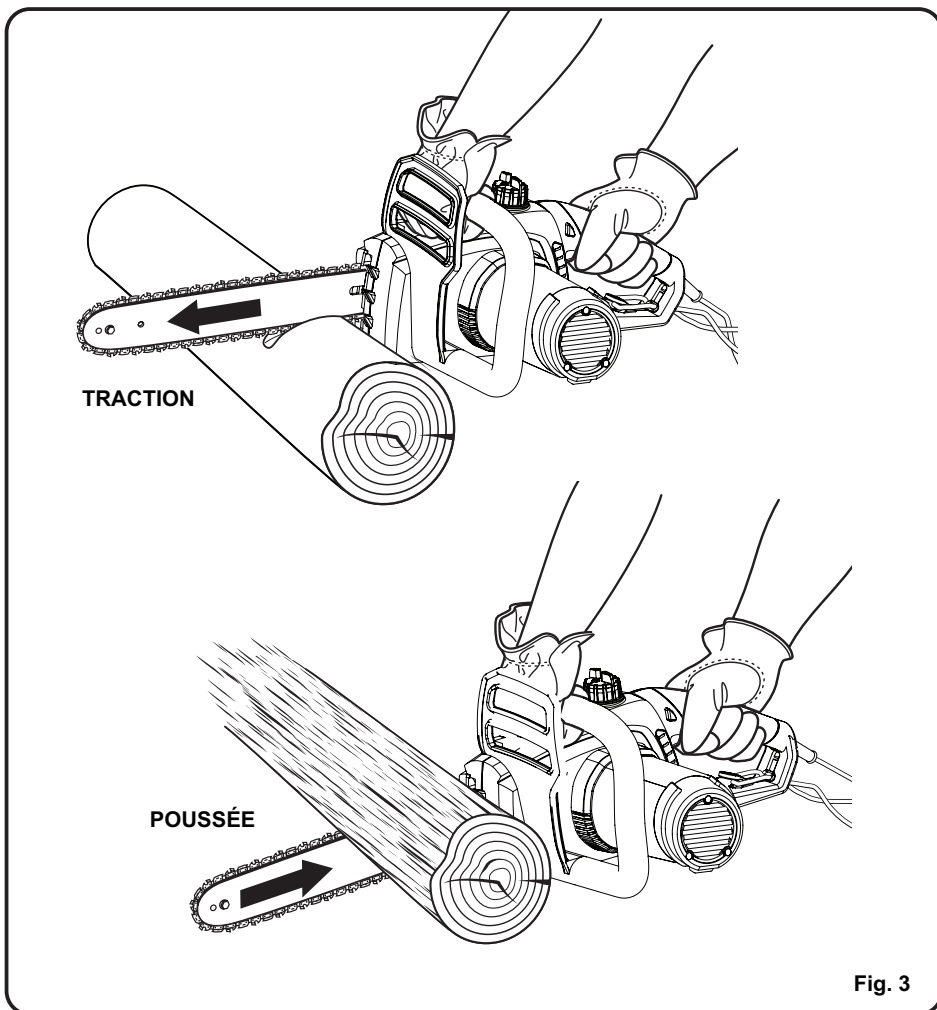

Fig. 3
- Poussée et traction - Cette force de réaction est toujours à l'inverse du sens de rotation de la chaîne à l'endroit du contact avec le bois. L'utilisateur doit donc être prêt à contrôler la TRACTION lorsqu'il scie avec le bas du guide, et la POUSSÉE lorsqu'il scie avec le dessus (voir fig. 3)